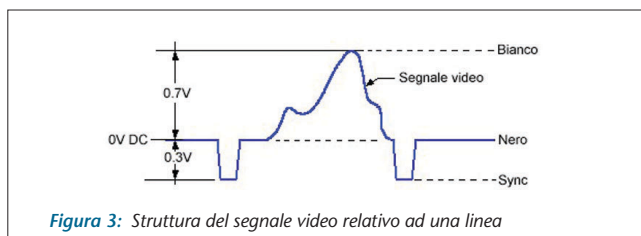

Figura 3: Struttura del segnale video relativo ad una linea
Per segnali video monocromatici, l'immagine è costituita da informazioni sulla luminanza (Y), 0 V è il livello del nero, mentre 0,7 V corrisponde al bianco. Gli impulsi di sincronizzazione orizzontale hanno ampiezza di 0,3 V negativi. Il segnale video relativo ad una linea ha quindi la struttura di figura 3.